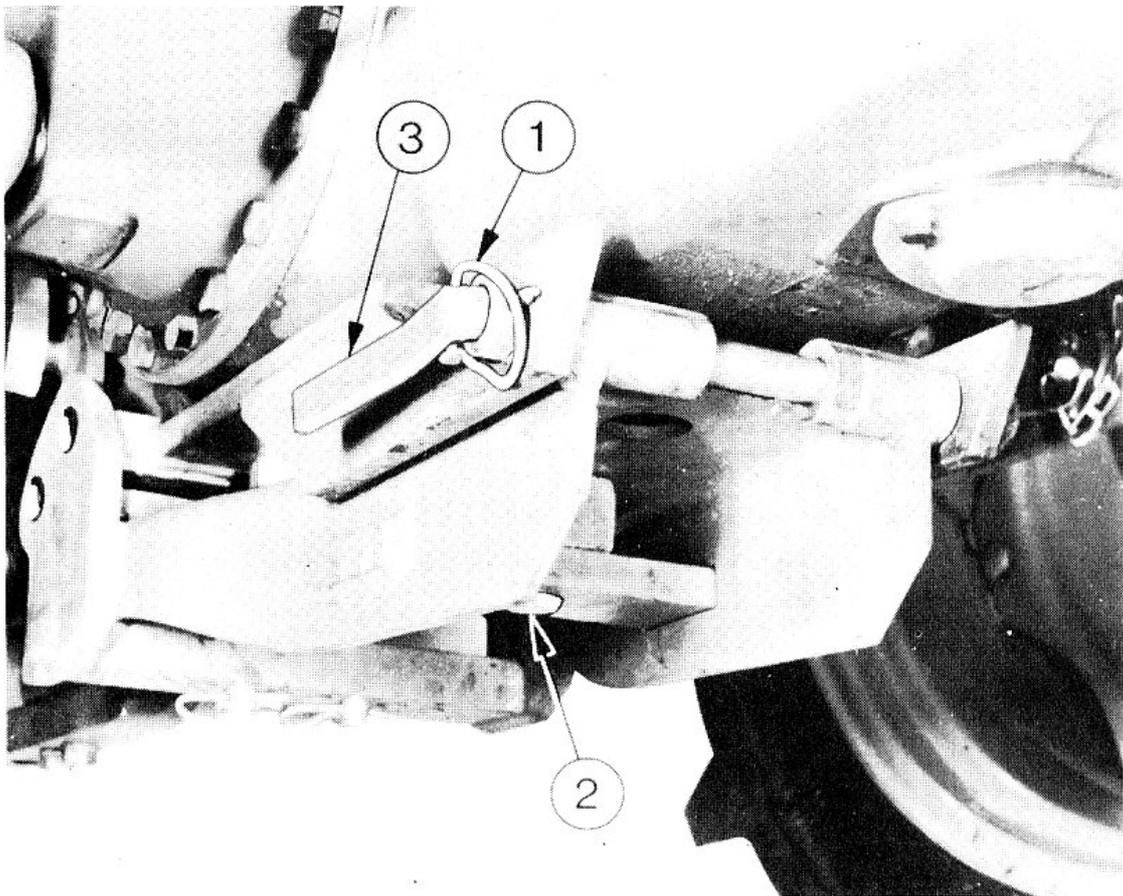

FIG. 8
Longueur: Fig. 8. Retirer la goupille (1) et retirer l'axe (3) du support avant. Pousser l'axe de fixation (2) de la barre oscillante vers le haut par le dessous du bâti. Régler la longueur de la barre, remonter l'axe de fixation puis soulever le bâti et le fixer avec l'axe support avant et la goupille de fixation.